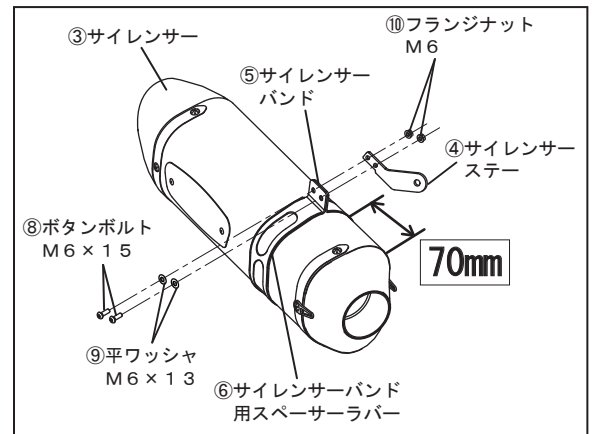

FIG. 6
8. ⑤サイレンサーバンドに⑥サイレンサーバンド用スペーサーラバーを取り付けてから③サイレンサーに通し、⑧ボタンボルトM6×15、⑨平ワッシャM6×13、⑩フランジナットM6を使用して、サイレンサーカバー前端から70mmの位置で④サイレンサーステーを仮締めして下さい。(FIG. 6 参照)